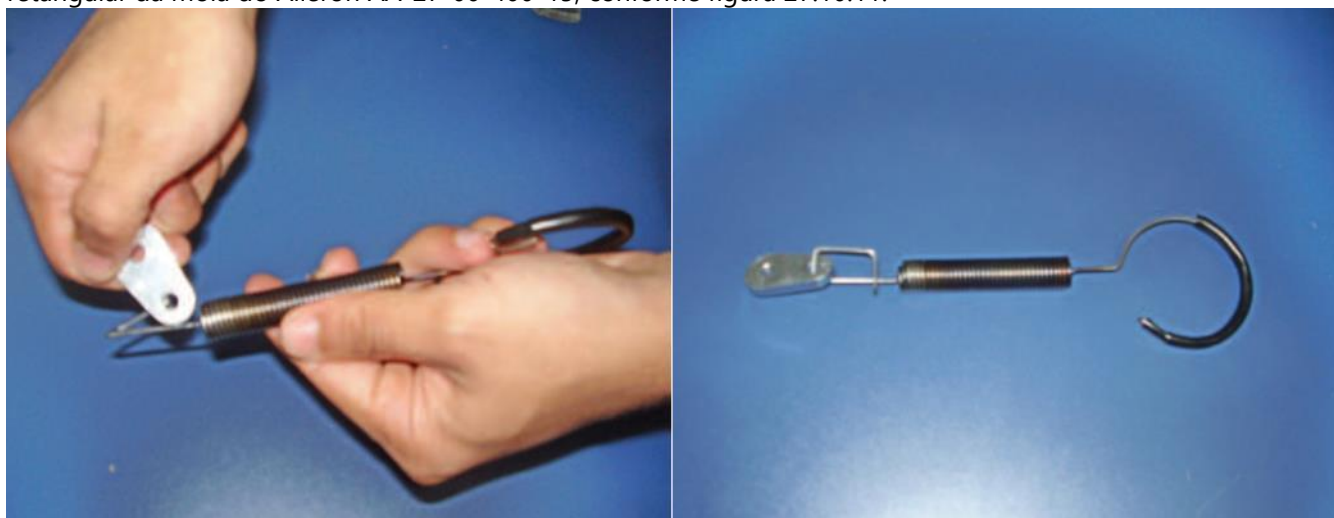

Figura 27.10.11 – Suporte e mola
- 3- Encaixar, manualmente, o Suporte da Mola do Aileron AA-27-00-400-14 na extremidade retangular da mola do Aileron AA-27-00-400-15, conforme figura 27.10.11.